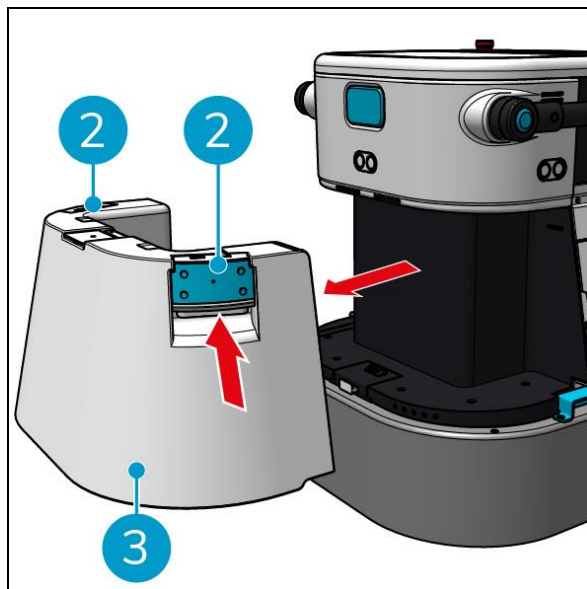

Figura 14
2. Utilizar as pegas azuis (Figura 14, pos. 2) em ambos os lados do depósito de água limpa (Figura 14, pos. 3) para desbloquear e fazer deslizar o depósito de água limpa para fora.